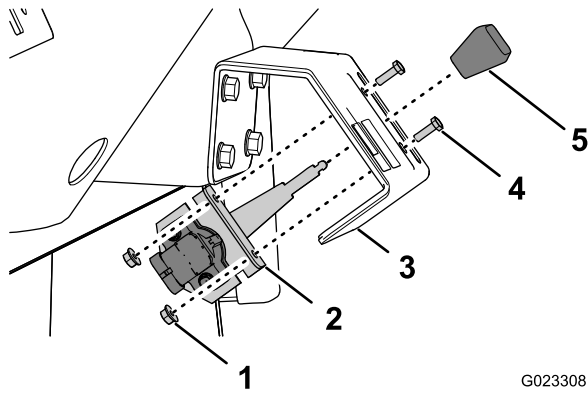

Bild 19
1. Nehmen Sie das Handrad (falls montiert) vom Hebel der Handgasbedienung ab (Bild 19).
2. Fluchten Sie den Hebel der Handgasbedienung mit dem Schlitz in der Halterung für die Handgasbedienung aus und fluchten Sie die Löcher in der Befestigungshalterung aus, die an der Handgasbedienung und der Halterung für die Handgasbedienung befestigt ist (Bild 19).
3. Befestigen Sie die Handgasbedienung mit zwei Schrauben (10-32" x 5/8") und zwei Muttern an der Halterung für die Handgasbedienung (Bild 19).